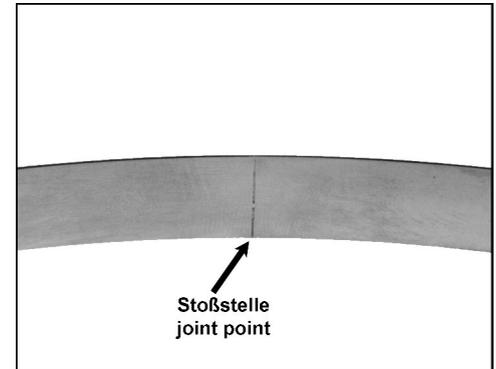

Bild 1
- Nun den Trägerring unter Mithilfe einer zweiten Person, mit der Stoßstelle beginnend, in die Nut einlegen (Bild 1).
Position the carrier ring in the flange groove, starting at the joint point (fig. 1).